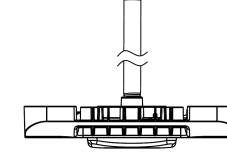
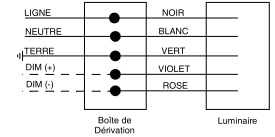

FIGURE 5
FIGURE 6
- Connectez les fils comme indiqué (Fig. 6), puis fixez le luminaire au plafond avec le pendentif 3/4 "NPT (Fig. 5). Si les fils de gradation ne sont pas utilisés, fermez chacun de ces fils.